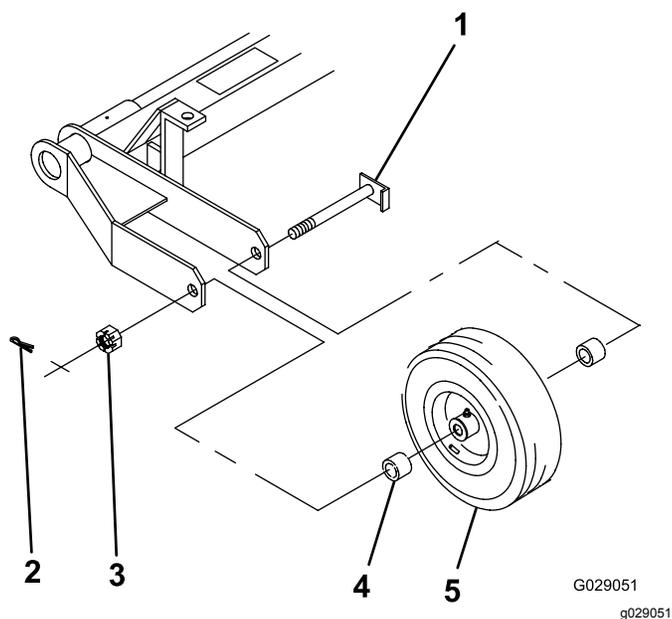

図3
1. 図3のように、フレームの間に、ホイールアセンブリと2個のスペーサ左右のホイールハブにそれぞれ1個をセットする。
2. フレーム、スペーサ、ホイールにアクスルを差し込む図3。
3. アクスルに、スロット付きボルトを取り付け図3で 8-20 N·m0.9-2.0 kg.m = 75-180 in-lbにトルク締めする。
7. コッターピンを取り付ける図3。